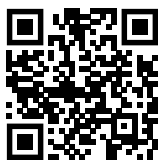

Fig. 98
- ▶ Atverkite Liebherr SmartMonitoring Dashboard. (žr. Fig. 98)